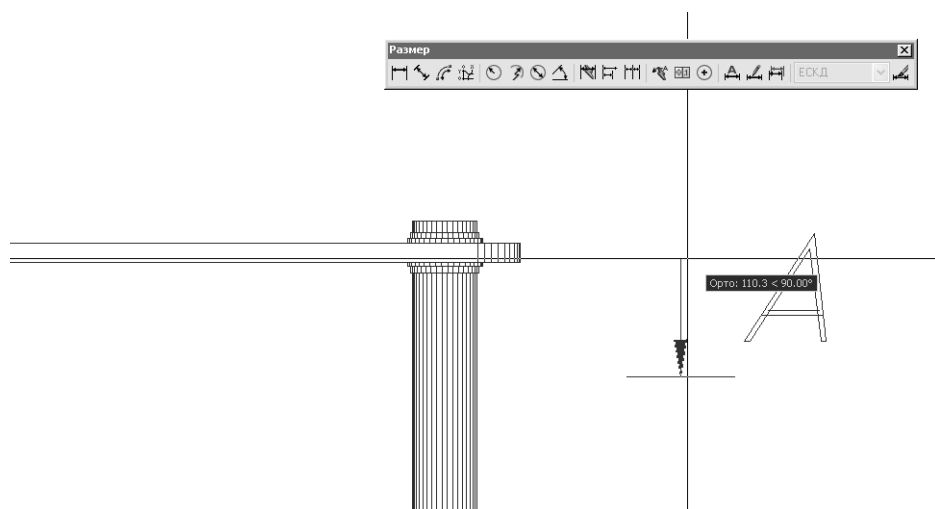

Рис. 11.29 ▼ Создание стрелки с помощью инструмента **Быстрая выноска** (Quick Leader)
- AutoCAD предложит задать вторую точку. Включите режим **ОРТО** (ORTHO) и, задав вертикальное расположение стрелки (рис. 11.29), введите **135**.